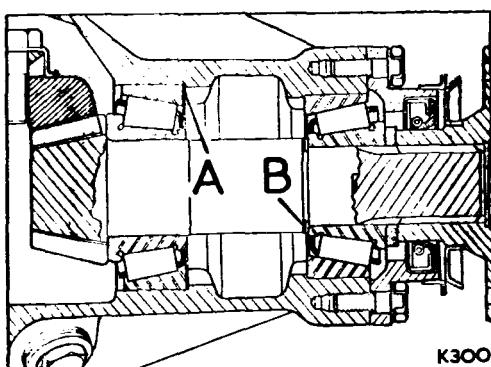

Fig. E1-52.- Suplementos de ajuste del piñón de ataque.
- 4.03.- Llevar a cabo los ajustes necesarios para obtener la precarga correcta, cambiando el espesor de los suplementos (Fig. E1-52). Si se montan suplementos más gruesos, se reducirá la precarga y si se montan de menos espesor se aumentará la precarga. Se dispone de suplementos en una gama amplia de espesores.